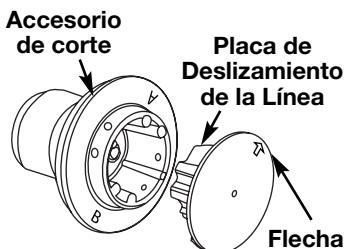

Fig. 10
3. Reinstale la placa de deslizamiento (Fig. 10). Alinee la flecha con A.